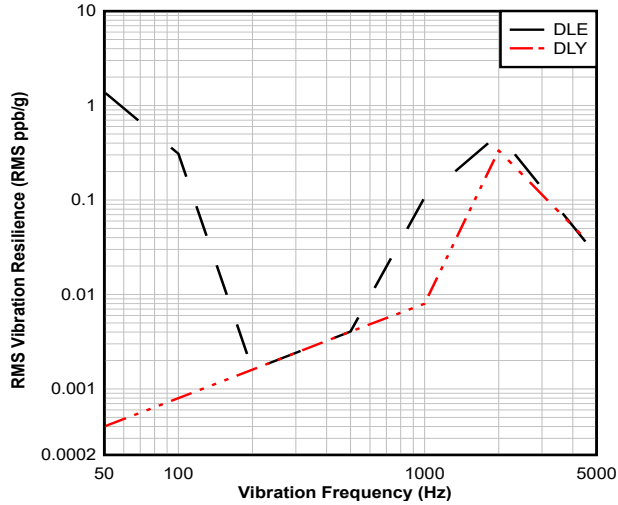

图 8-3. 25MHz、25°C、1.8V 电源电压条件下，抗振性和振动频率间的关系 (X 轴)
图 8-3 显示了 CDC6Cx BAW 振荡器的振动性能。德州仪器 (TI) 按照 MIL-STD-883 方法 2026 条件 C (10g) 和方法 2007 条件 A (20g) 进行了测试。在该测试中，CDC6Cx 振荡器安装在 EVM 上，并在 X、Y 和 Z 轴方向上分别承受 10g 的加速度，频率范围为 50Hz 至 2kHz。使用 Keysight E5052B 捕获因振动而产生的杂散相位噪声轨迹，并根据杂散功率计算出频率偏差。然后，根据载波频率将频率偏差转换为 ppb，并统一为 ppb/g。最后，将沿所有三个轴的 ppb/g RMS 总和以 ppb/g 为单位报告为振动灵敏度。CDC6Cx 在振动条件下的性能约为 2ppb/g，而大多数石英振荡器的最佳性能为 3ppb/g，更差的可能超过 10ppb/g。